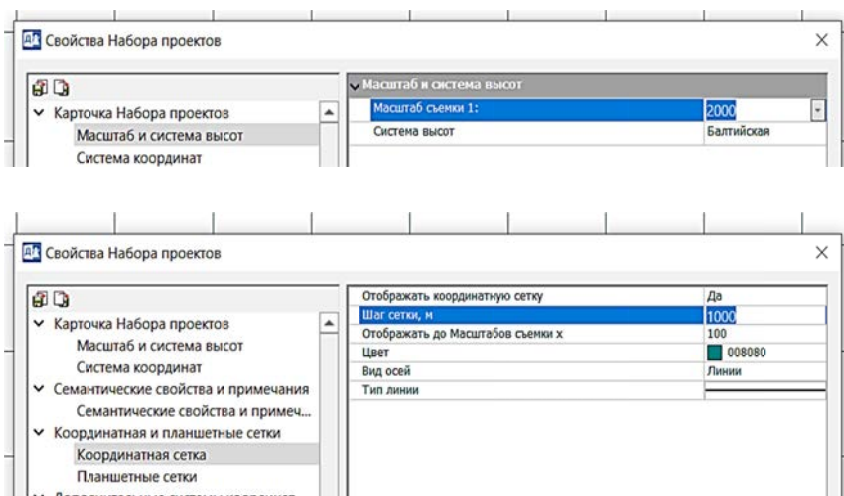

Рис. 7.5. Настройка параметров **Набора проектов**
3. С помощью диалога **Свойства Набора проектов** необходимо настроить **Масштаб и систему высот** для набора проектов, а также отображение **координатной сетки** (рис. 7.5). Согласуйте параметры настроек с преподавателем.